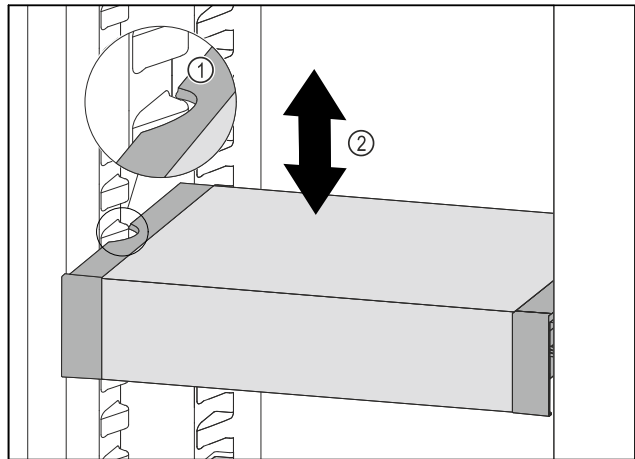

Fig. 108
- ▶ Тяните VarioSafe вперед, пока боковые выемки VarioSafe не окажутся на высоте выступа резервуара в холодильном отделении. Fig. 108 (1)
- ▶ Двигайте VarioSafe в холодильном отделении вверх или вниз, пока не будет достигнута требуемая высота. Fig. 108 (2)